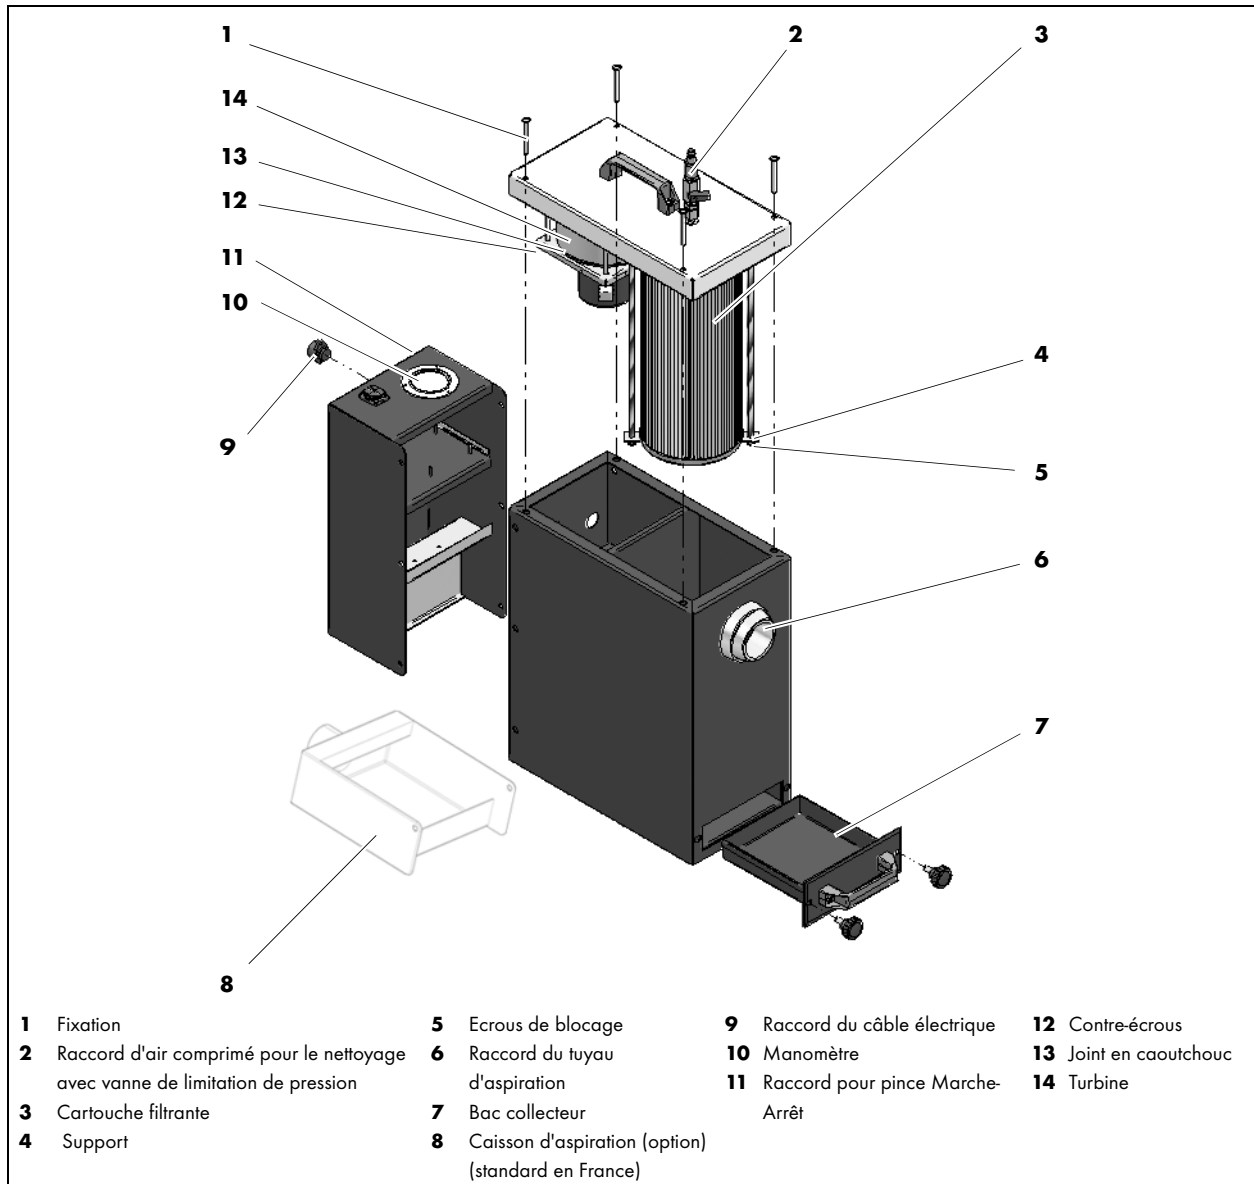

Fig. 2 Description du fonctionnement
- Si la pression d'entrée est > 5 bar, la surpression s'échappe latéralement par la vanne de limitation de pression (1).
Raccordez le dispositif à l'alimentation d'air comprimé (1). Réglez la vanne de limitation de ventilation sur 5 bar et ouvrez le robinet (2) au niveau du raccord d'air comprimé. En fonction de la pression, l'air comprimé crée un jet de nettoyage et la buse de nettoyage tourne dans la cartouche filtrante. Les mouvements montants et descendants manuels permettent de nettoyer le filtre. Videz la poussière séparée du bac collecteur (7) (voir Fig. 2 Description du fonctionnement Page FR-12) dans le sac à poussière livré.
Glissez le bac collecteur vide (7) (voir Fig. 2 Description du fonctionnement Page FR-12) dans sa position initiale et fermez-le.
⇒ voir Fig. 2 Description du fonctionnement Page FR-12
- Type France: raccorder un tuyau d'aspiration supplémentaire au caisson d'aspiration. (Fig. 2 Description du fonctionnement Page FR-12)